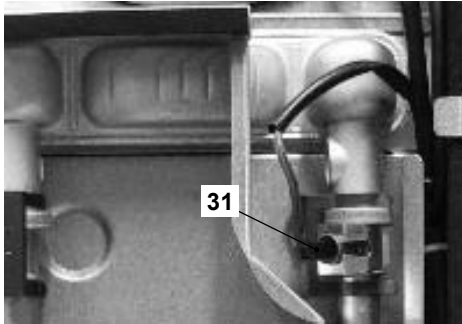

Fig. 8.3
- Desconecte el cableado de la sonda NTC calefacción / Máxima temperatura de calefacción 31 en Fig. 8.3
- Vuelva a conectar los cables de la sonda NTC calefacción / Máxima temperatura de calefacción 31 en Fig. 8.3